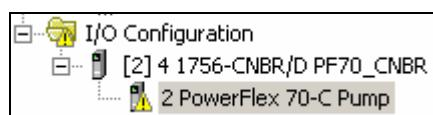

图 4-65 I/O 配置错误提示
14. ControlNet 网络规划结束。这时在 I/O Configure 中仍会出现如下的情况 ,如图 4-65 所示。